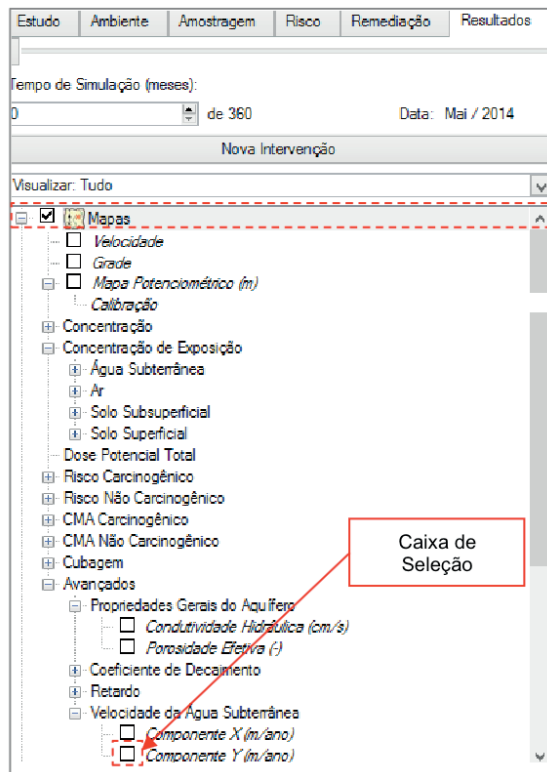

Figura 2.143 Opção Mapas – Caixa de seleção.
- Caixa de Seleção*, quando selecionada, permite visualizar o mapa na área de visualização (Figura 2.143);